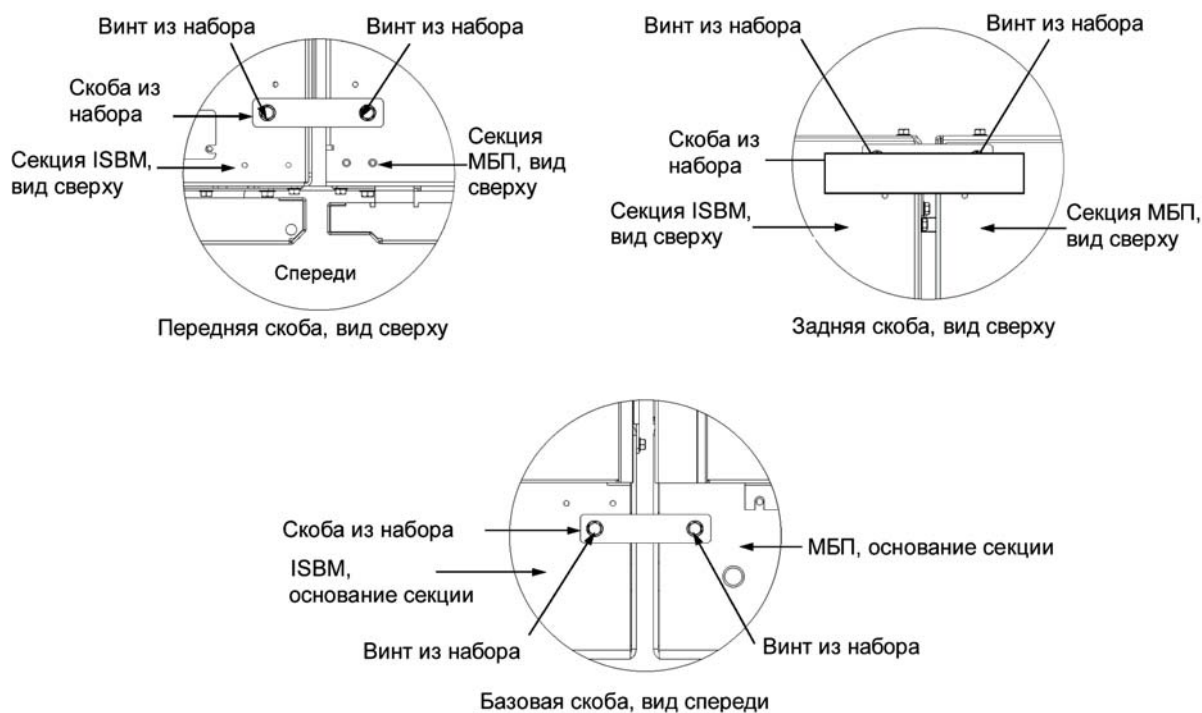

Рис. 4-6. Соединительные скобы для секций ISBM и UPM
11. Найдите крепежный комплект (находится в мешочке, привязанном к левой средней панели секции UPM). Возьмите из полевого набора две плоские скобы и винты. Установите плоские скобы таким образом, чтобы отверстия в них совпадали с отверстиями в верхней задней и верхней передней части секций ISBM и UPM. Закрепите скобы при помощи винтов из полевого набора (см. Рис. 4-6).
12. Возьмите из полевого набора одну плоскую скобу и винты. Установите плоскую скобу таким образом, чтобы отверстия в ней совпадали с отверстиями в передней части секций ISBM и UPM. Закрепите скобу при помощи винтов из полевого набора (см. Рис. 4-6).